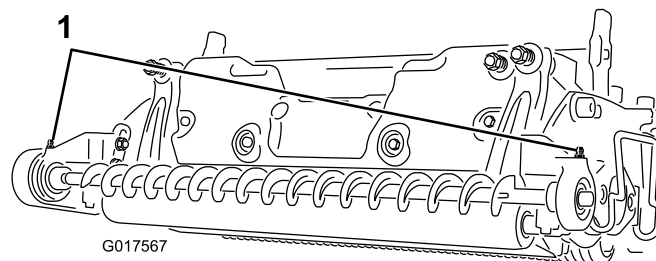

図 11
17. ベアリングハウジングのグリス注入部にNo.2 汎用リチウム系グリスを注入する 図 11。